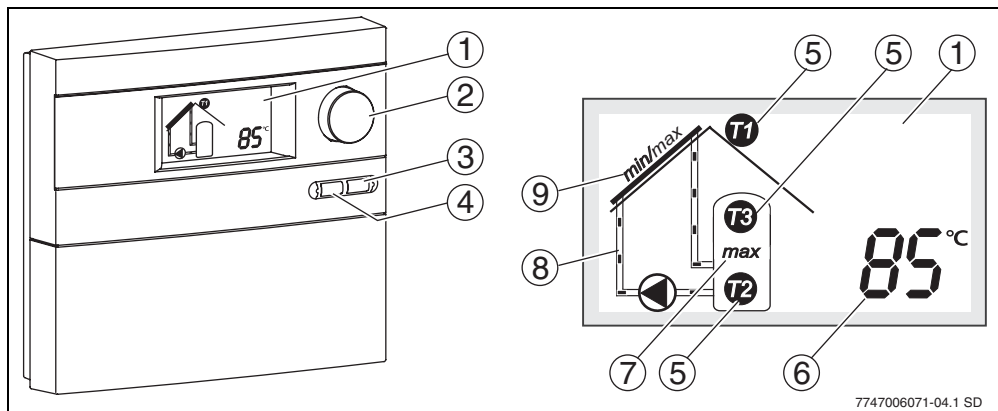

Fig. 8 Regulator și display
Dacă diferența de temperatură la conectare între ambii senzori racordați de temperatură este depășită, va funcționa pompa racordată. În display, transportul lichidului solar va fi reprezentat animat (→ fig. 8, pos. 8).
|  | <p>Regim de funcționare manual „pornit“Regimul de funcționare manual în starea „pornit“ dirijează pompa maxim 12 ore. Pe display apar alternativ înștiințările în starea „pornit“ și valoarea selectată. Pe display, transportul lichidului solar este reprezentat animat (→ fig. 8, pos. 8). Dispozitivele de siguranță precum temperatura maximă a colectorului rămân activate. După maxim 12 ore, regulatorul se schimbă în regimul de funcționare normal.</p> <p>Regim de funcționare manual „oprit“Pompa se dezactivează iar lichidul solar nu mai este transportat. Pe display apar alternativ înștiințările în starea „oprit“ și valoarea selectată.</p> <p>Regim de funcționare „Auto“Dacă diferența de temperatură la conectare între ambii senzori racordați de temperatură este depășită, va funcționa pompa racordată. În display, transportul lichidului solar va fi reprezentat animat (→ fig. 8, pos. 8). De îndată ce diferența de temperatură la deconectare este atinsă, pompa se deconectează.</p> | on/off/Auto[off]             |        |